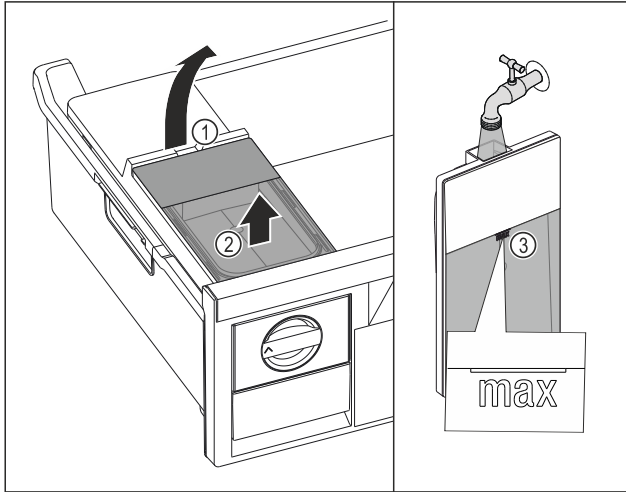

Fig. 75
- Elevar el depósito de agua por la entalladura Fig. 75 (1).
- Extraer el depósito de agua hacia arriba. Fig. 75 (2)
- Llenar el depósito de agua con agua potable hasta la marca Fig. 75 (3).